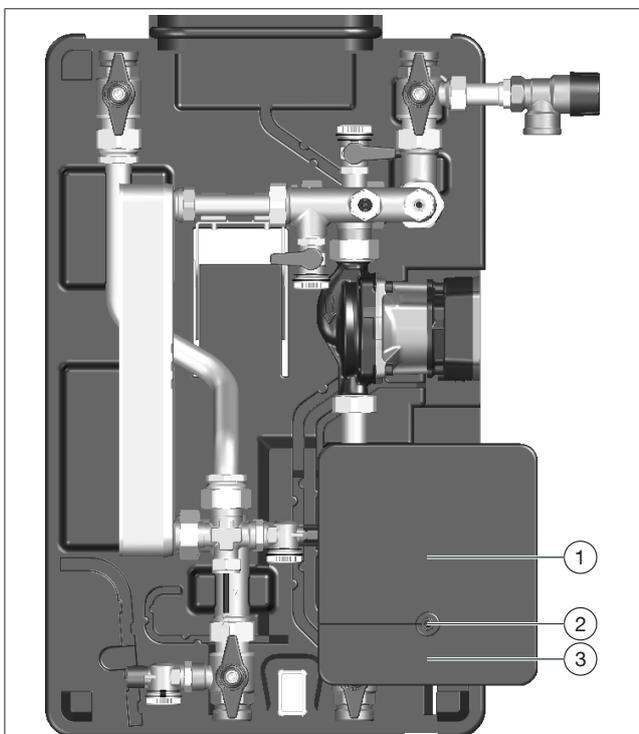

Abb. 24: Regler öffnen
3. Lösen Sie die Schraube (siehe Position (2) in Abb. 24 auf Seite 31) und legen Sie diese beiseite.
4. Schieben Sie die Abdeckung-Anschlusspanel (siehe Position (1) in Abb. 24 auf Seite 31) hoch bis diese hörbar einrastet.
5. Klappen Sie die Abdeckung-Zuleitungen (siehe Position (3) in Abb. 24 auf Seite 31) ab.